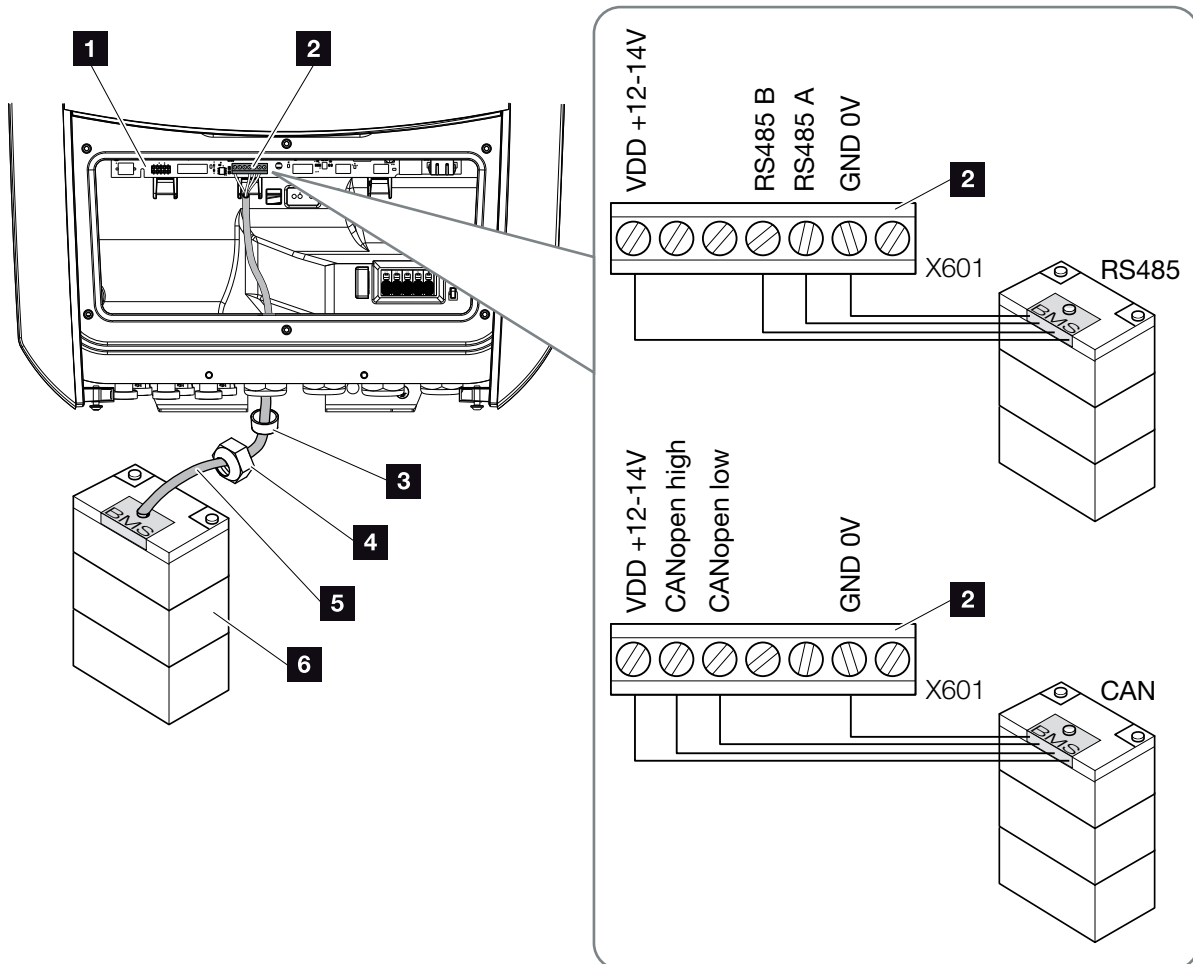

Fig. 36: Allacciamento comunicazione batteria RS485 o CAN
3. Allacciare il cavo di comunicazione (RS485 o CAN) all'interfaccia di comunicazione della Smart Communication Board.  **Fig. 36 Pos. 2**